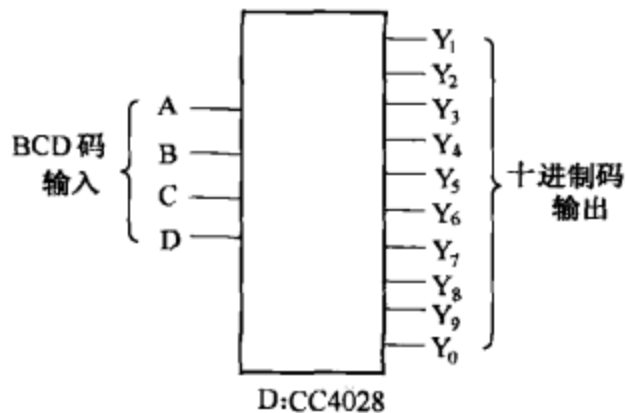

图 8-59
(1) 图 8-59 所示为采用 CC4028 的 BCD 码-十进制码译码器。输入信号为 4 位 BCD 码，从 A、B、C、D 4 个输入端输入，输出信号则是十进制码 ($Y_0 \sim Y_9$ 依次为“1”)。由于 4 位 BCD 码具有 16 种状态，而表示十进制数只需要前 10 种状态，因此后 6 种状态称为“伪码”。CC4028 的逻辑设计采用拒绝伪码方案，当输入代码为“1010”~“1111”时，所有输出端均为 0。利用 CC4028 输入端中的 A、B、C 3 位二进制输入，可得到八进制码输出。